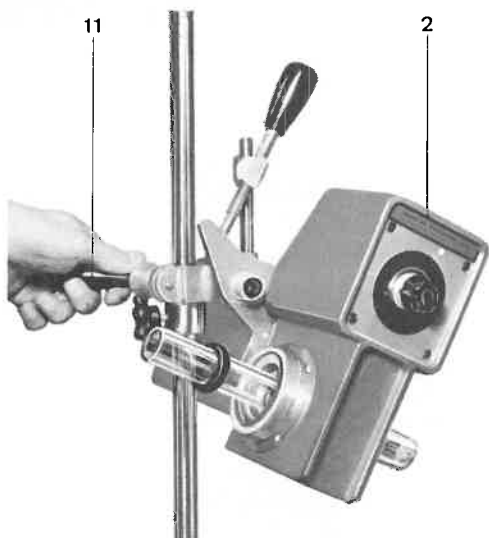

Fig. 3 - Montage du BLOC-MOTEUR
3° - Faire glisser le BLOC-MOTEUR (2) sur la tige chromée, et l'immobiliser provisoirement à mi-course à l'aide de la manette de serrage rapide (11) - (Voir Fig. 3).